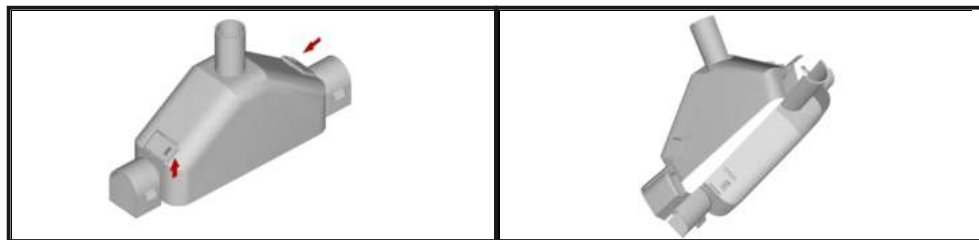

Рис. 40.
10.3.4. Непосредственно перед установкой, открыть замки-защёлки на корпусе капота, раскрыть капот (Рис. 40).